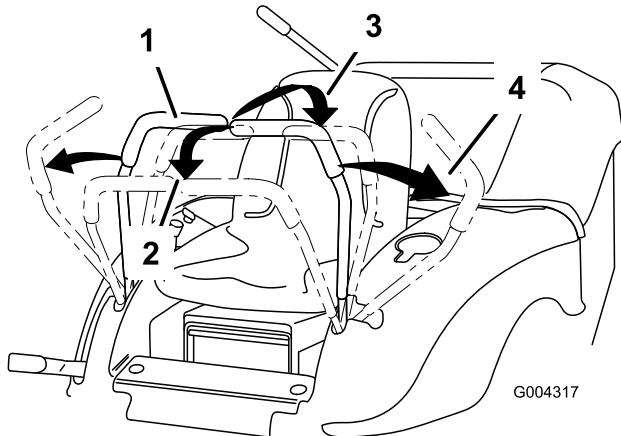

Figura 12
2. Per fare marcia avanti spingete lentamente in avanti le leve di controllo del movimento (Figura 12).
Per spostarvi in linea retta applicate una pressione identica su entrambe le leve di controllo del movimento (Figura 12).
Per girare, rilasciate la pressione sulla leva di controllo del movimento verso la direzione in cui volete voltare (Figura 12).
2. Per fare marcia indietro tirate lentamente indietro le leve di controllo del movimento (Figura 12).